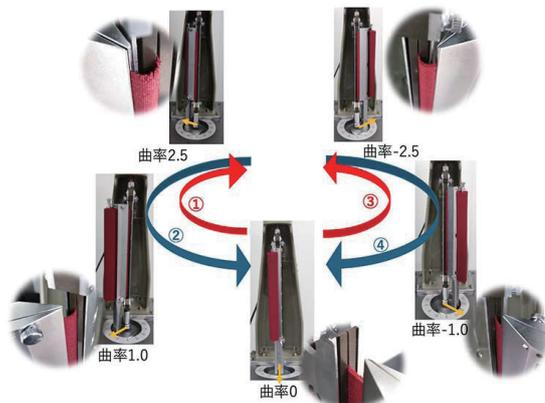

図2 純曲げ試験の測定イメージ
また、曲げヒステリシス2HBは曲率 $K = \pm 1 \text{cm}^{-1}$ における往路(図2の①と③)と復路(図2の②と④)の曲げモーメント(試料を曲げようとする力)の差(図3①-②、③-④)の平均で表されます。2HBが小さい順に、用紙1<用紙2<用紙3であることから、用紙1は用紙2、3よりも回復性がよいことがわかります。